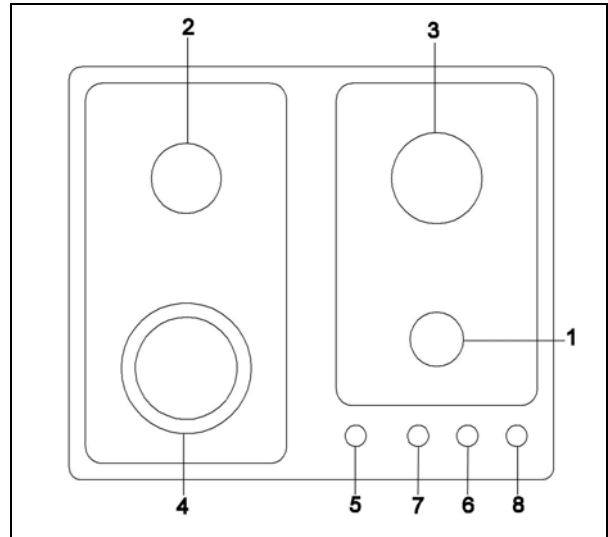

Fig. 12
- TABLE DE CUISSON AU GAZ MODELE **P680**, cfr. FIG.12 - Schéma Electrique A